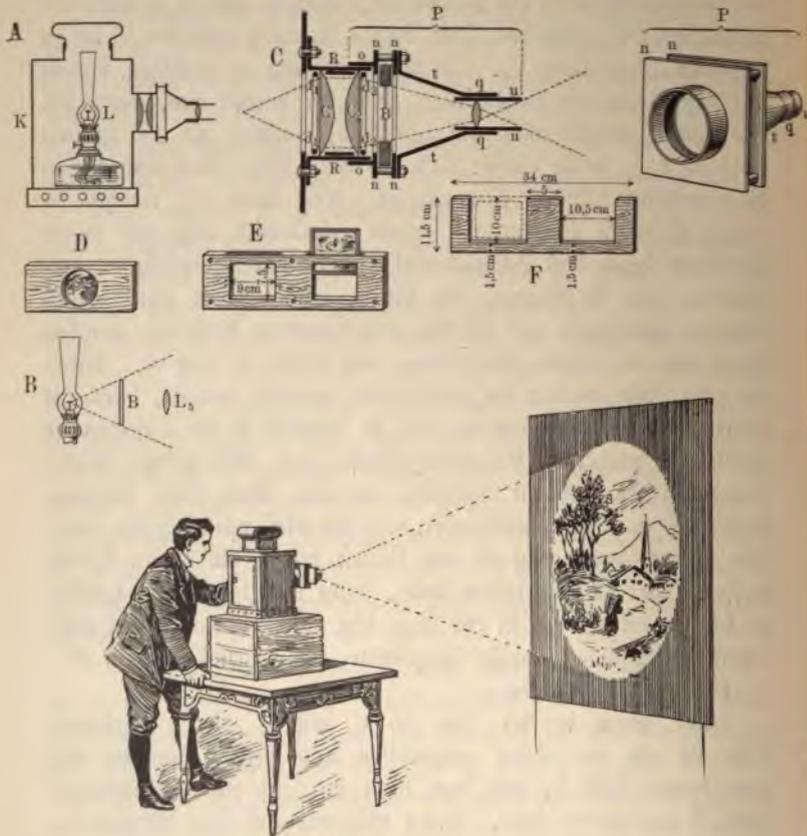

Fig. 65. Laterna magica.
Ein viereckiger, aus Eisenblech genietet — nicht gelöteter — Kasten *K* (Fig. 65 a. S. 264) enthält in seinem Innern eine Petroleumlampe *L*, deren Licht auf das zu vergrößerte Glasbild fallen soll. Auf die Helligkeit dieser Lampe kommt viel an, auch auf die Form ihrer Flamme, die nicht nach oben in die Länge gezogen sein soll. Deswegen eignet sich auch eine Küchenlampe durchaus nicht, obgleich ihr niedriges Bassin sie für den Apparat sonst recht brauchbar macht. Man schraubt am besten auf das Bassin einen starken Rundbrenner, dessen Flamme in einem kugeligen Zylinder durch ein zentrales Metallplättchen breit gedrückt wird. Nach der vorhandenen Lampe richtet sich die Größe des Kastens, der hinten eine Tür haben muß, um die Lampe hineinstellen zu können. Der Schornstein erhält einen viereckigen Querschnitt, braucht nicht hoch zu sein, muß aber nach vorn und hinten so viel Raum lassen, um die Lampe, ohne mit dem Zylinder anzustoßen, ein gutes Stück verschieben zu können. Ein rund gebogener breiter Blechstreif greift von oben her in den Schornstein ein und dient als Lichtkappe. Aus der Vorderwand des Kastens wird genau in der Höhe der Flamme ein rundes Loch ausgeschnitten, so groß als die Linsen sind, zu denen die Geldmittel ausreichen.
Nehmen wir an, es würde durch eine helle Lampe (Fig. 65, Darstellung B) ein auf Glas gemaltes durchscheinendes Bild *B* hell erleuchtet, so wirkt das Bild nun selbst wie eine Lichtquelle und es ist keine Frage, daß man von ihm mittels einer brennglasähnlichen Linse ein vergrößertes Bild auf einer Wand entwerfen kann. Aber man sieht auch, daß von dem auf das Glasbild fallenden Licht der Lampe, das sich ja kegelförmig ausbreitet, sehr wenig in die Linse *Ls* fällt. Das vergrößerte Bild
Der ganze in der Fig. 65 C mit  $\overset{P}{\rule{1cm}{0.4pt}}$  bezeichnete Teil ist als ein Stück aufzufassen und besteht zunächst aus dem kurzen Rohr  $o$ , mit dem man ihn auf das Beleuchtungsröhr  $R$  aufschieben kann. Dann folgt ein aus zwei Platten  $nn$  (vergl. auch die perspektivische Zeichnung der, Objektivkopf genannten, Vorrichtung) und vier Metallsäulchen hergestellter Schütz, in den sich das Bild einführen läßt, und schließlich der trichterförmige Ansaß  $t$ , an dem sich ein Rohr  $q$  befindet, das dem Objektivrohr  $u$  (Objektiv heißt die Linse, welche das Bild entwirft) zur Führung dient. Die Objektivlinse ist einerseits durch einen
Selbstverständlich müssen alle Bilder verkehrt in den Apparat geschoben werden, damit sie an der Wand nicht auf dem Kopf stehen. Recht bequem ist für die Bilder ein Einschiebrahmen, der noch den Vorteil bietet, daß man das eine Bild austauschen kann, während das andere projiziert wird. Ein derartiger Rahmen ist in den Abbildungen E und F der Fig. 65 dargestellt. Das Mittelstück ist aus Laubsäge- oder Zigarrentistenholz gefertigt und enthält zwei Ausschnitte von 10 cm Tiefe und 10,5 cm Breite, mithin etwas größer als die Bilder selbst sind. Die Dicke des Brettchens muß etwas mehr betragen als diejenige der stärksten Bilder. Auf dieses Holzstück werden dann von beiden Seiten Masken aus Pappe oder besser aus dünnem Blech aufgenagelt oder aufgeschraubt, mit Öffnungen, etwas kleiner als die Bilder selbst. So entstehen, da die Ausschnitte des Holzbrettes größer sind als die der Masken, Führungsnuten und oben zwei Schlitze, durch welche die Bilder in den Rahmen eingesteckt werden können (E). Hat man sich gleich entschlossen, einen derartigen Rahmen zu verwenden — was allerdings Beleuchtungslinsen von 12 cm Durchmesser nötig macht —, so müssen die Abmessungen des Einführungs-schlitzes *nn* (Darstellung C) nach den Maßen des Rahmens eingerichtet sein.